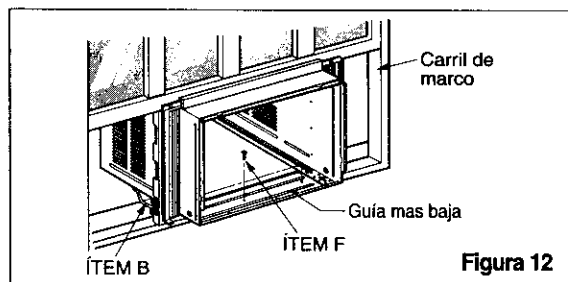

Figura 12
**11** Fije el soporte de antepecho al orificio del carril del gabinete en relación con la posición seleccionada usando el tornillo (ÍTEM F) (Figura 12).